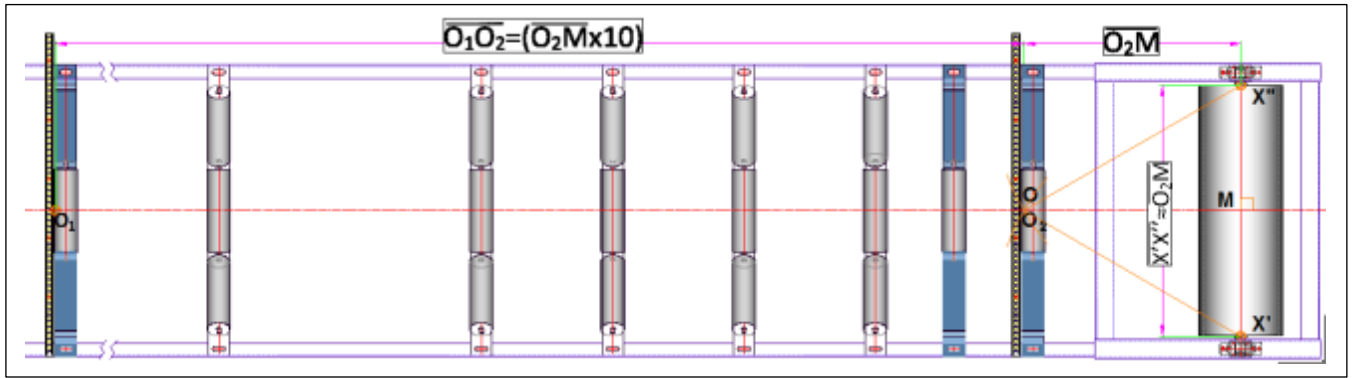

Figure 5.1 : construction de l'axe du convoyeur sur machine existante
La méthode de réglage se rapporte à de la géométrie dans l'espace et une triangulation (voir figure 5.1).
- Repérer le milieu O2 du châssis au niveau de ce qui sera le sommet O du triangle isocèle/équilatéral à construire. (voir Figure 5.1)